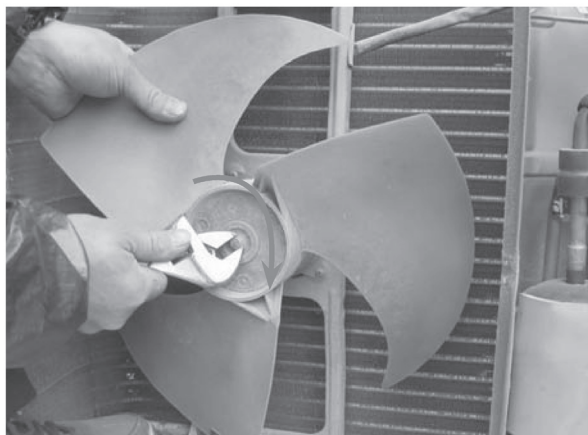
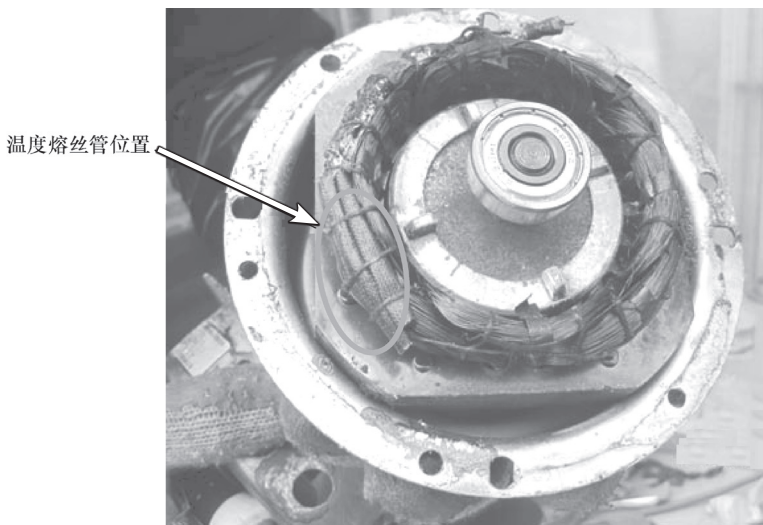

图 6-8 取下室外风机
图 6-9 拆下风机检查温度熔丝管
6) 取下室外风机，如图 6-8 所示，打开外壳。测量温度熔丝管已经开路，如图 6-9 所示，直接短接后测量线圈已经导通。